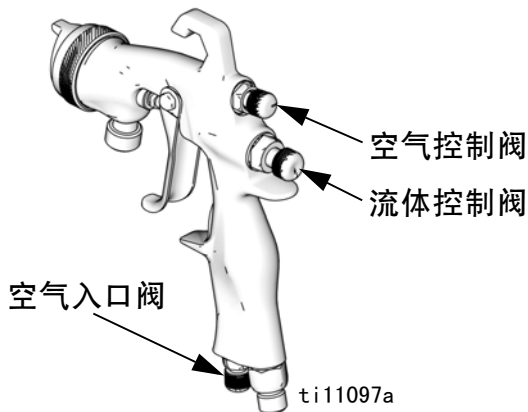

图 3
2. 为实现完全扇形模式，逆时针转动旋钮到最大，打开空气控制阀。参见图 3
3. 为产生圆形模式，顺时针转动空气控制阀到最大，关闭模式空气。参见图 3